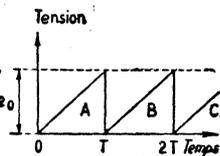
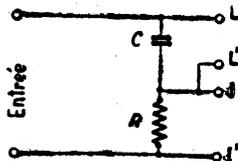

Fig. XXV-3
Fig. XXV-4
2) La seconde méthode consiste à considérer directement la forme particulière de la tension à amplifier. Nous considérons une tension en dents de scie parfaite, comme l'indique la figure XXV-3. Cette tension est appliquée à l'entrée de l'amplificateur de la figure XXV-4, qui représente un schéma théorique sur lequel nous avons ramené à la masse tous les circuits de la grille, cathode et plaque, la lampe
Dans le cas des fréquences basses, le condensateur C de la figure XXV-4 est sans influence et on retrouve une dent de scie aux bornes de R1. Le problème est ici celui de se rendre compte de l'influence de C, et de la résistance de grille de la lampe suivante sur la transmission de la tension aux bornes de R1.